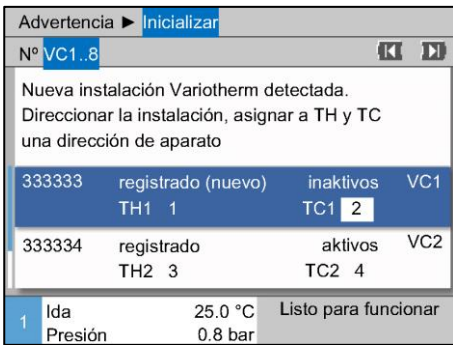

Fig. 25: Asignar dirección TC
4. Con el pulsador saltar a la dirección de TC y asignar una dirección registrada. (→ Fig. 25 Ej.: Asignar dirección 2 a TC1)